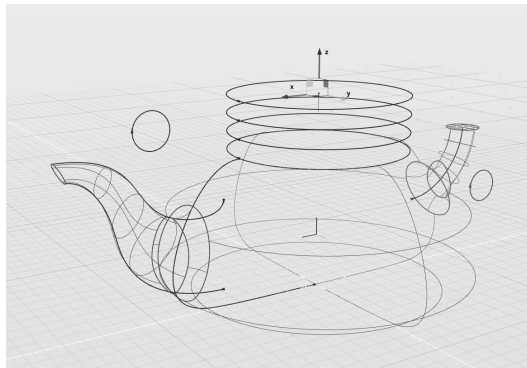

图 5-61 复制提取曲线
3) 利用〈Ctrl+C〉(复制)快捷键和〈Ctrl+V〉(粘贴)快捷键，复制出另外 3 条曲线，每条曲线间间隔为 1cm，如图 5-61 所示。